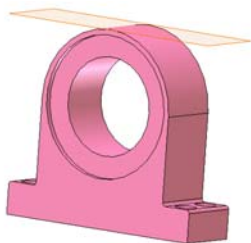

图 7-41 建立工作平面
①选择【工作平面】工具，首先用左键单击以选择零件基座的底面，然后选择零件顶端的圆柱面，则建立如图 7-41 所示的工作平面。选择该工作平面，单击右键，选择【打开】菜单中的【新建草图】选项以建立草图，同时进入草图环境中。